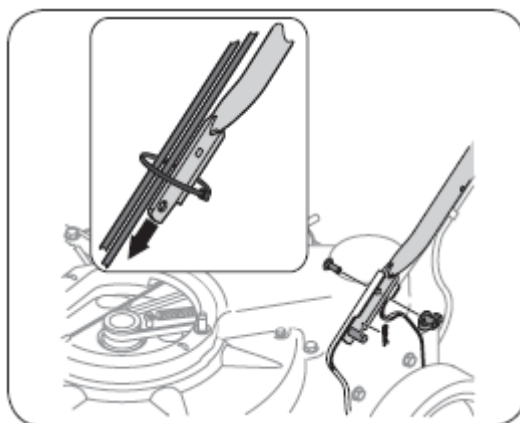

Рисунок 2.
- a. разместите нижние отверстия в нижней ручке напротив штырей на кронштейнах и закрепите с помощью зажимов (см. рисунок 2).
- b. Вставьте винты-фиксаторы через верхнее отверстие нижней ручки и закрепите их с помощью «барашковых» гаек (см. рисунок 2).